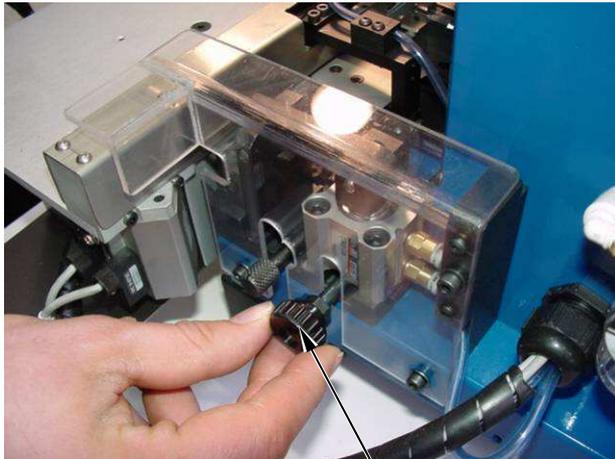

Bild 19
1. Lösen Sie den Applicator [2], indem Sie das Befestigungsrad [1] gegen den Uhrzeigersinn drehen (siehe Bild 19).